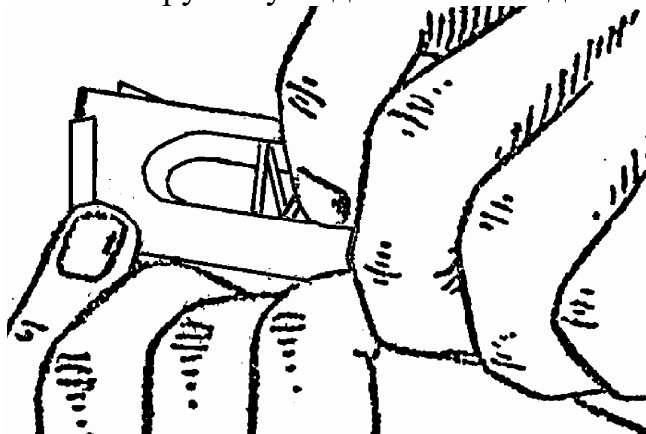

Рис. 14. Разборка магазина.
7. Разобрать магазин. Взяв магазин в левую руку, большим и указательным пальцами этой руки отжать пружину подавателя к подавателю, правой рукой снять крышку магазина за ее выступающую часть (рис. 14) и вынуть из корпуса магазина пружину подавателя и подаватель.